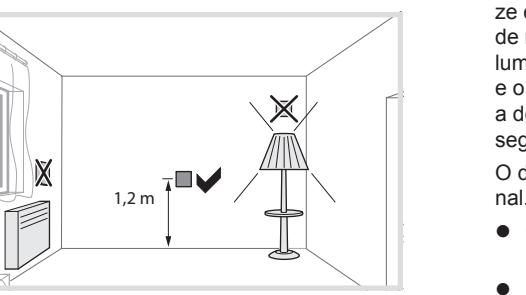

Figura 7: local de montagem dos detectores de movimentos
- Evitar fontes de interferência na área de deteção (figura 4). Fontes de interferência, por ex. radiadores, sistemas de ventilação e de ar condicionado e fontes luminosas que irradiam calor podem originar comutações não desejadas (figura 7).